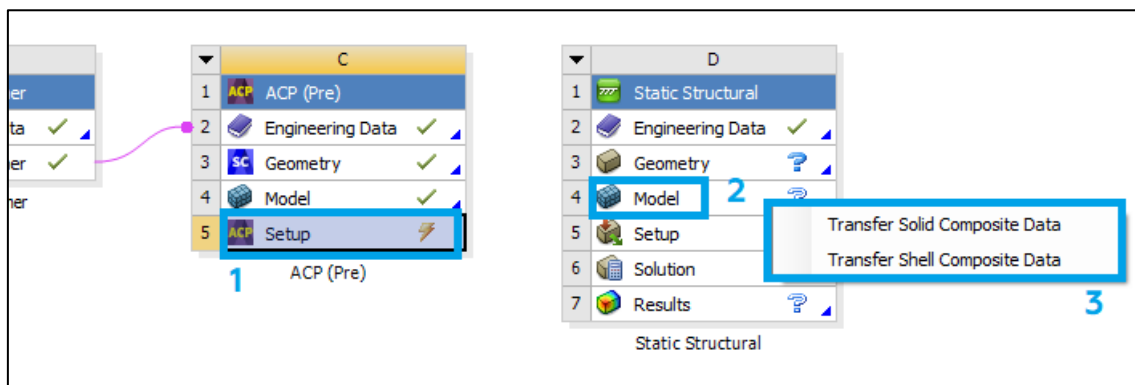

Рис. 32. Импорт данных в Static Structural
17. Зажимаем ЛКМ блок **Setup** (1) в модуле **ACP (Pre)** и перетаскиваем его на блок **Model** (2) в модуле **Static Structural** (рис. 32). После этого появляется окно с двумя вариантами: первый переместит твердотельную модель (есть возможность анализировать каждый слой выбранного сегмента (может понадобится повторно создать контактные области)), а второй переместит тонкостенную оболочку (нет возможности анализировать каждый слой отдельно). После выбора первого варианта нажимаем ПКМ на **Setup** (1) в модуле **ACP (Pre)** и выбираем **Update**.